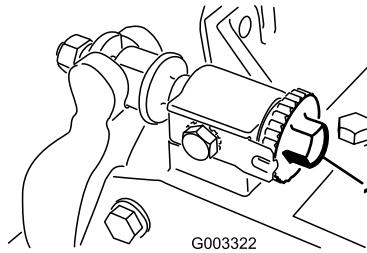

Рисунок 7
- A. Поворачивайте регулировочные болты планки неподвижного ножа по часовой стрелке (Рисунок 7) по 1 щелчу за раз до тех пор, пока не почувствуете или не услышите легкий контакт.